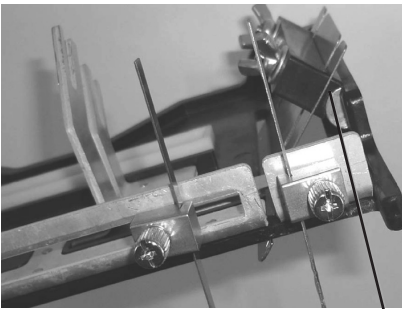

Fig. 1
2. Fixer la lame dans les supports de lame (fig. 1) sur le côté avant de la pièce de glissement et adapter la forme, la profondeur et la largeur souhaitées en conséquence (exemple vf. fig. 2). La longueur de la lame peut être adaptée avec une cisaille à tôle correspondante.
3. Régler pour les coupes angulaires l'angle et la profondeur de la plaque de guidage inférieure conformément aux exigences (cf. fig. 1).